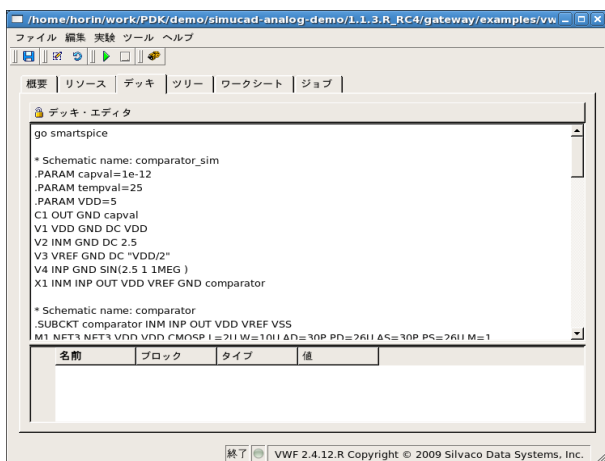

図5 修正後のヘッダー部
1. ヘッダー部のコメント部を削除し、"go smartspice"を挿入(図5参照)